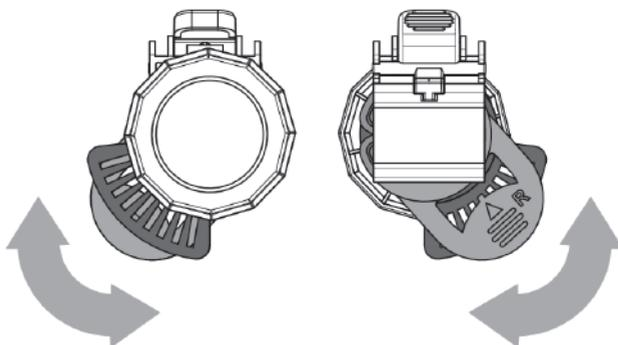
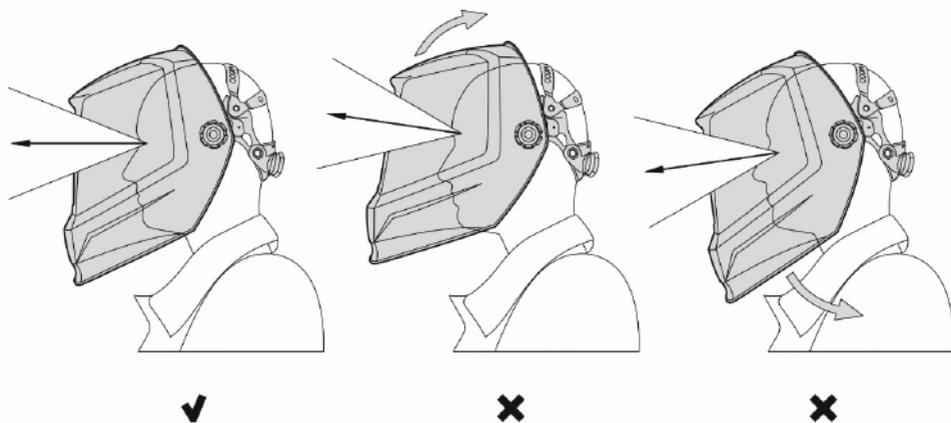

Рис. 8.7. Регулировки угла наклона.
Рис. 8.8. Положение щитка на голове.
**Регулировка угла наклона щитка** (см. рис. 8.7): положение фиксатора позволяет изменять угол наклона щитка. Располагайте щиток прямо без наклонов (см. рис. 8.8).